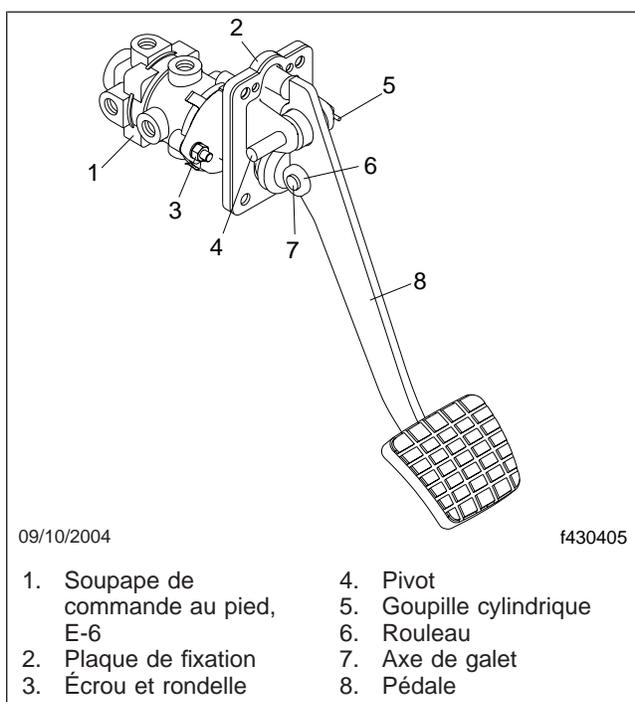

Fig. 8, Pédale de frein et bloc soupape
2. Retirez la goupille cylindrique du pivot de la pédale de frein. Voir la **figure 8**.